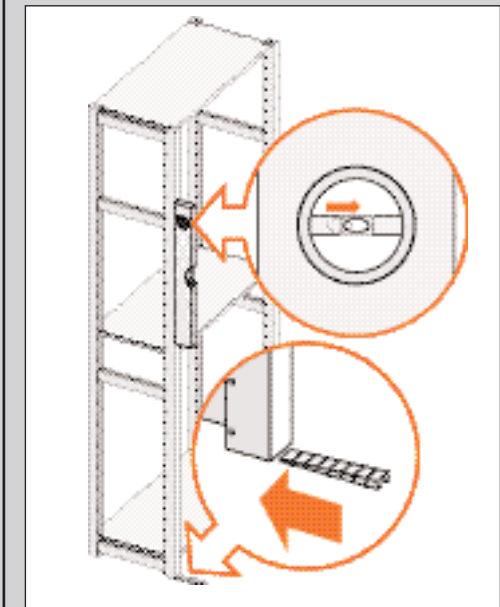

ABBILDUNG 2
1. Kontrollieren Sie, ob der Schrank genau lotrecht steht (siehe Beispielaufstellungen in Abb. 2 und 3). Achten Sie darauf, dass die Fachböden richtig auf den Tragstiften aufliegen.